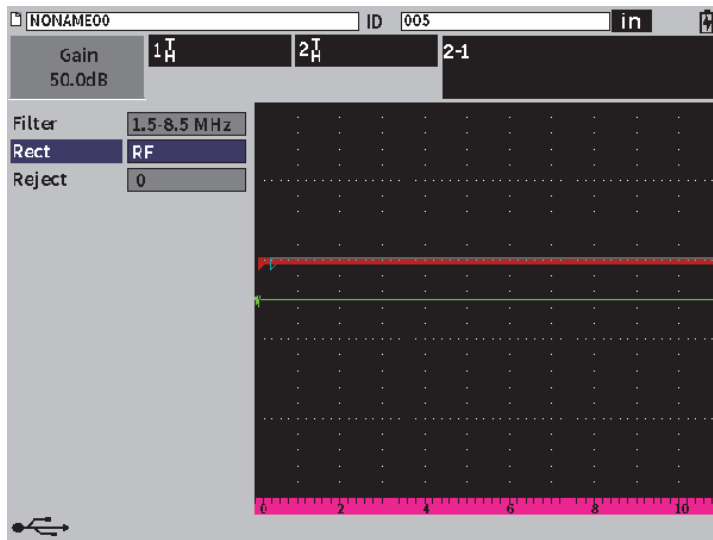

Abbildung 11-42 Empfänger-Fenster
2. Stellen Sie im Empfänger-Fenster (**RX**) **Rect** auf **RF** ein (siehe Abbildung 11-42 auf Seite 232).
3. Drücken Sie zweimal ESC, um das Einstellungs Menü zu verlassen und die Echo-Echo-Messung im live A-Bild anzusehen (siehe Abbildung 11-42 auf Seite 232).